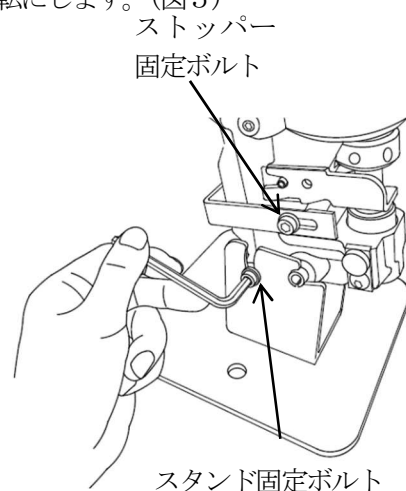
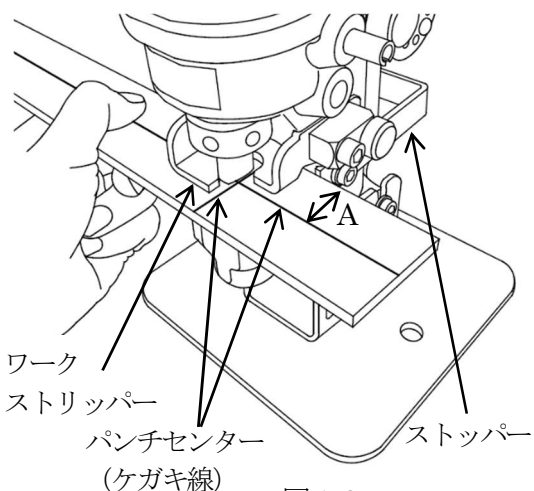

図6
図10
変更はスタンド固定ボルトをゆるめて行います。（図6）
8. 材料の穴あけ位置（前後方向A寸法）にパンチ先端が合う様ストッパーを、固定ボルト（両サイド）をゆるめて調整します。（図6、図10）
これで材料の穴あけ位置とパンチの先端が合っていることになります。（図10）